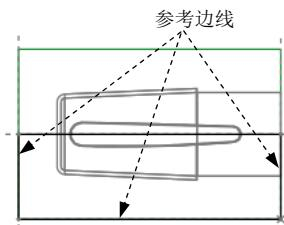

图 7.37 截面草图
(2) 绘制截面草图。进入草绘环境后，选取图 7.37 所示的坯料边线和 MAIN_PARTING_PLN 基准平面为参考；然后单击**关闭(C)**按钮，绘制图 7.37 所示的截面草图（为一矩形），完成截面的绘制后，单击“草绘”操控板中的“确定”按钮。